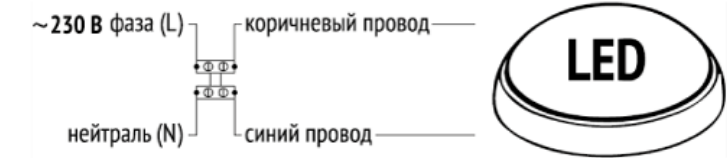

Рис.1. Схема подключения светодиодного светильника к эклктической сети 230В.
- Присоедините подготовленные концы проводов светильника к сетевому проводу (через клеммную колодку) Рис. 1.